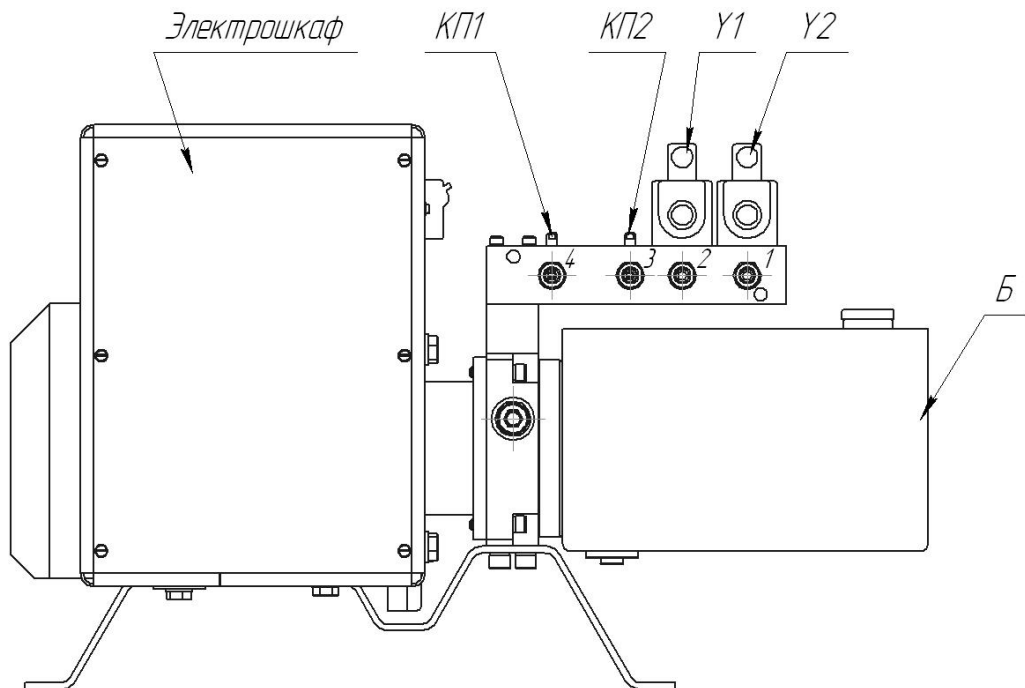
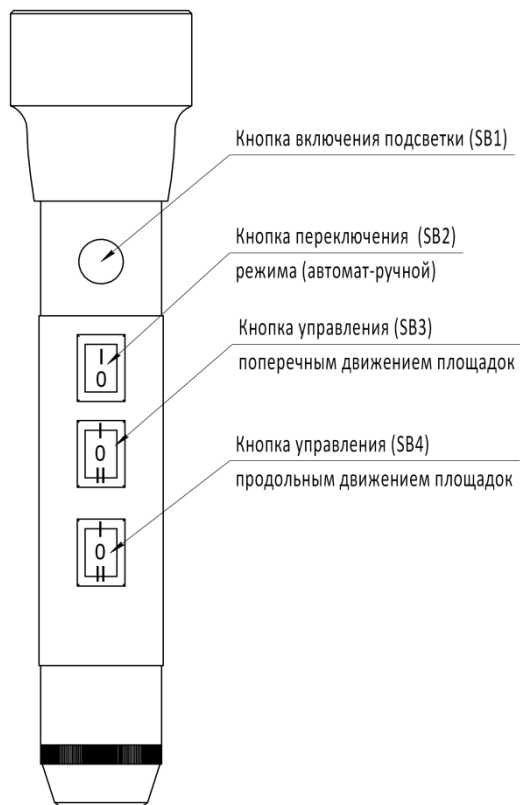

Рисунок 2 Гидростанция
Рисунок 4 Пульт-фонарик
- Переводим тумблер SB2 в положение (0) (рис.2).
- Переводим тумблер SB3 движения платформ в положение (I) , при раздвижении платформ в крайнее положение удерживаем тумблер;
- Повторяем предыдущий пункт для продольного движения платформ (рис.4);
- попеременным переводом кнопки SB3 ПДУ в положения I-II (рис. 4) перемещать подвижные площадки в поперечном направлении;
- попеременным переводом кнопки SB4 ПДУ в положения I-II (рис. 4) перемещать платформы площадок в продольном направлении;